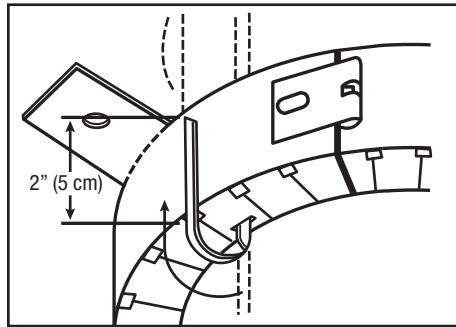

Figura 5: tire de las correas, desles media vuelta y dóblelas sobre el PPD.
- F. Tire de las correas de sujeción ultrarrápidas hacia abajo hasta que la pestaña con resorte toque el lado opuesto de la abertura. **Con unos alicates**, tire de la correa de sujeción unos 13 mm (1/2 pulg.) y, al mismo tiempo, dé media vuelta a la correa y luego dóblela sobre el cuerpo del PPD (Figura 5).
- G. La longitud de correa que sobre dependerá del espesor del sustrato (p. ej. yeso, muro ducto o bloques de hormigón vs. hormigón sólido). Puede cortar la parte que sobra de la correa si lo desea. Deben sobrar al menos 50 mm (2 pulg.) de la correa luego de doblarla sobre el cuerpo del PPD (Figura 5).